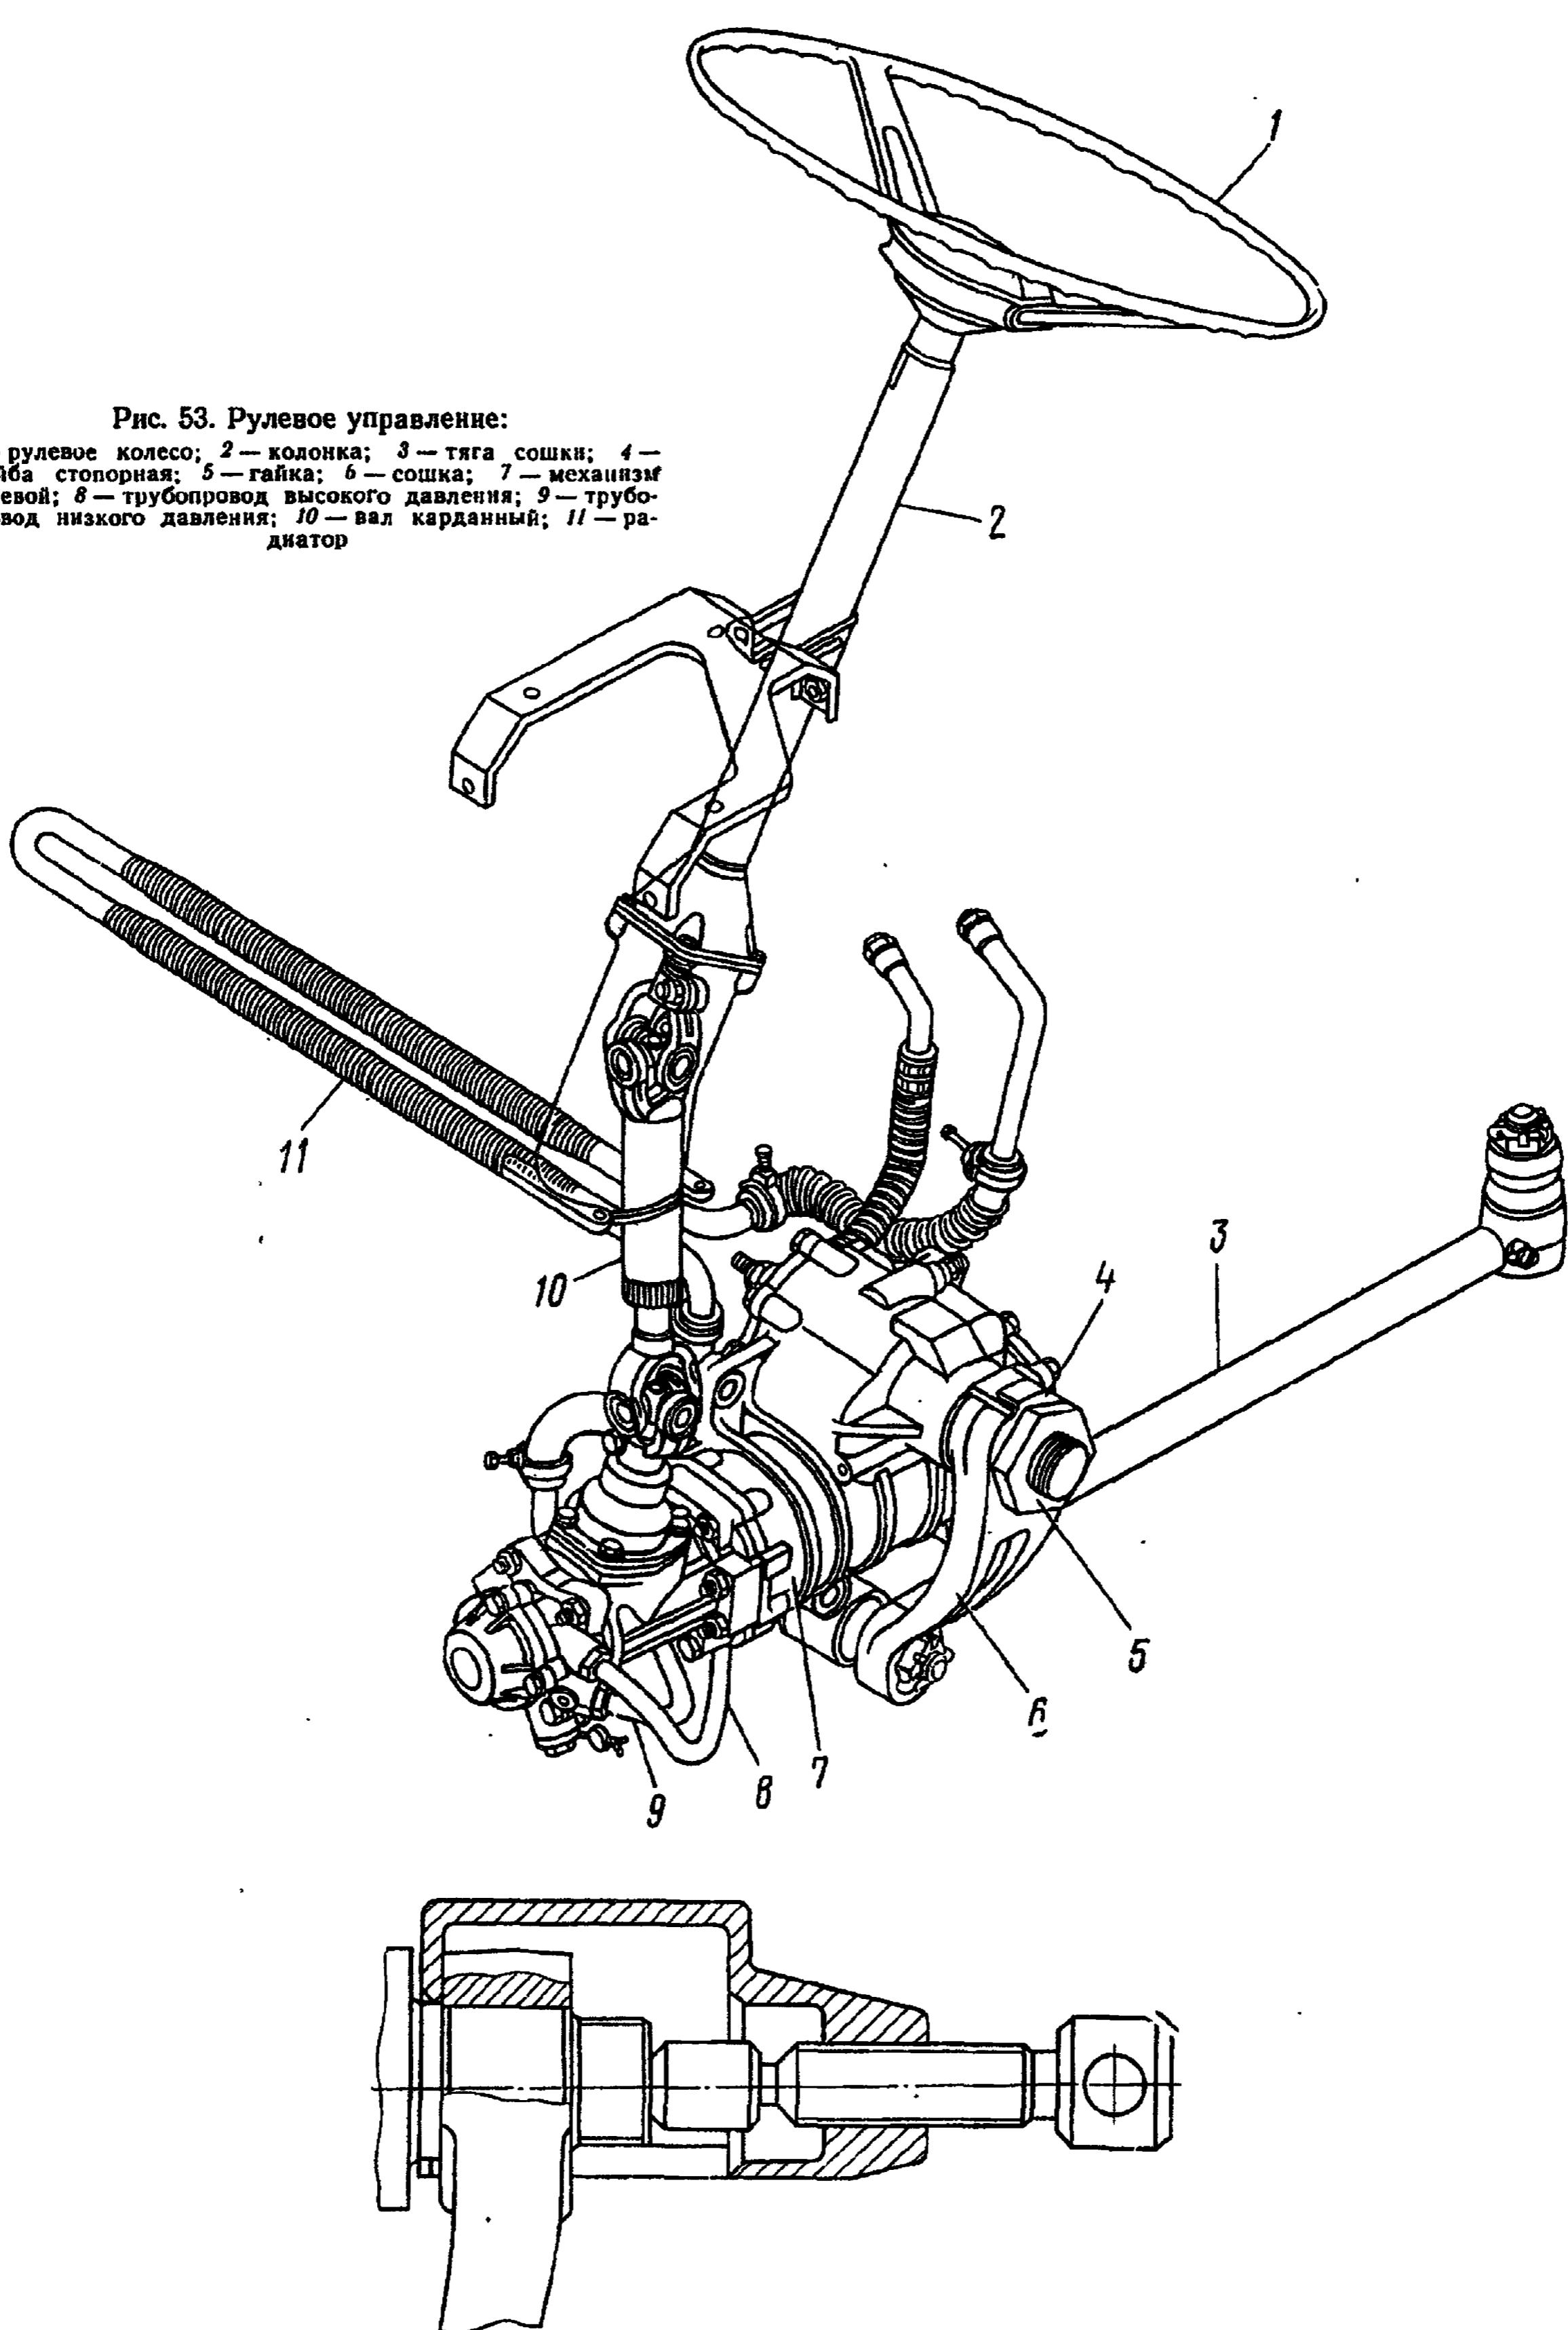

Рис. 54. Снятие сошки рулевого управления
5. Снимите съемником (рис. 54) сошку рулевого механизма	Съемник